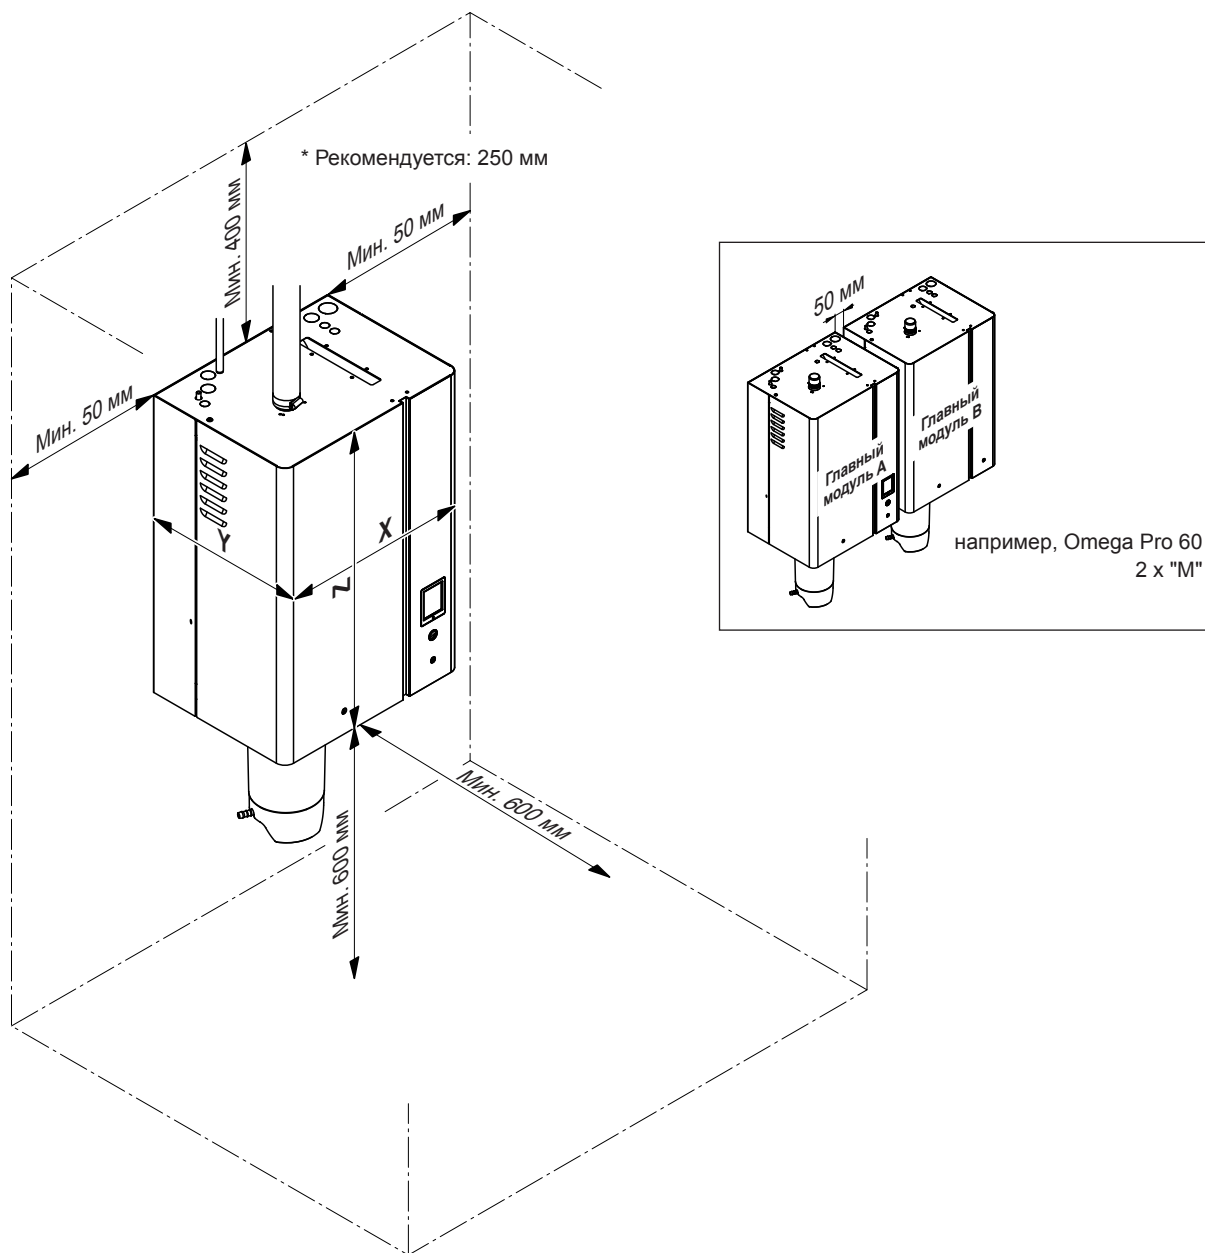

Рис. 6. Рекомендуемые расстояния при установке
- Размещайте паровой увлажнитель воздуха таким образом, чтобы обеспечить **свободный доступ к устройству** и достаточное пространство для технического обслуживания. **Необходимо соблюдать минимальные расстояния** согласно Рис. 6.
- Чтобы входящий в комплект поставки кабель можно было использовать для двоярных аппаратов, следует монтировать отдельные устройства в указанной последовательности рядом друг с другом при максимальном отступе 50 мм и на одинаковой высоте (см. Рис. 6).